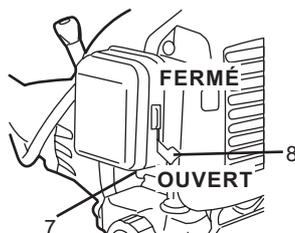

Fig. 12b
- 3). Actionnez l'amorce (7) jusqu'à ce que le carburant devienne visible puis mettez le starter (8) sur la position "**FERMÉ**" (fig. 12b).
- 3). N'actionnez pas l'amorce et mettez le starter (8) en position "**OUVERT**" (fig. 12b).